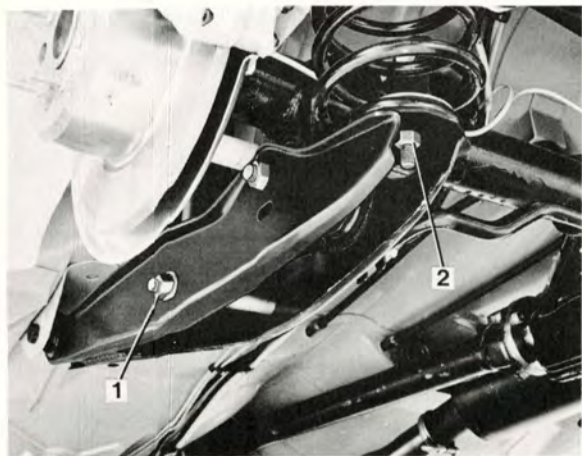

Bild 7-4.
3. Avlasta stötdämparen med en domkraft placerad under bakaxelkåpan, och skruva loss stötdämpa-rens nedre fäste (1 bild 7-4), på den sida där fjädern ska bytas.
4. Demontera fjäderns nedre fästmutter (2).
2. Avlasta stötdämparen med en domkraft under bakaxeln samt skruva loss stötdämparen från bärarmen (1 bild 7-4).
3. Demontera fjäderns nedre fästmutter (2), sänk domkraften och ta bort fjädern.